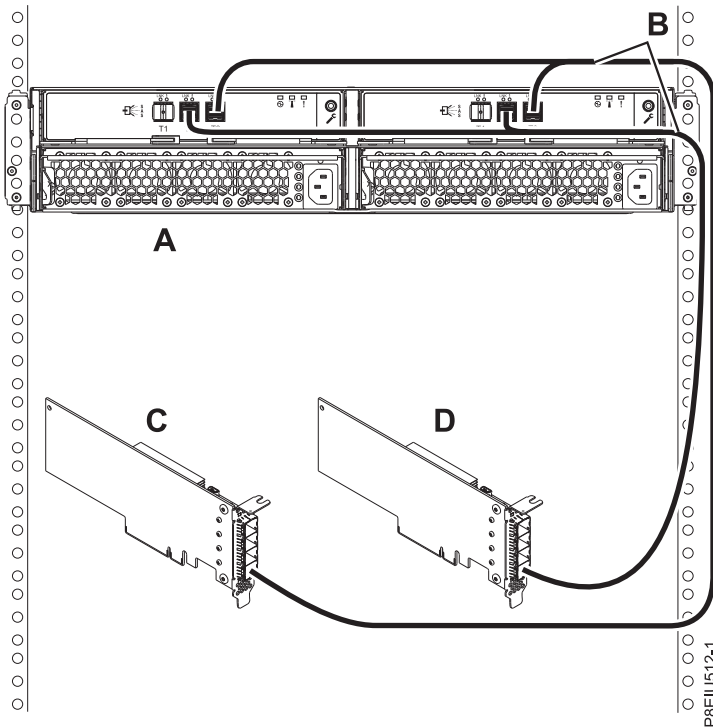

Abbildung 18. Modus 2-Anschluss einer ESLL- oder ESLS-Speichereinheit mit YO12-Kabeln an zwei unabhängige SAS-Adapter (FC EJ0J oder FC EJ0M)
18. Schließen Sie ein Gehäuse im Modus 2 (A) mit YO12-Kabeln (B) an zwei unabhängige SAS-Adapter (FC EJ0J oder FC EJ0M) an (siehe Abb. 18 auf Seite 21) und fahren Sie anschließend mit „Kabel und Netzkabel anschließen und Abdeckungen installieren“ auf Seite 24 fort.